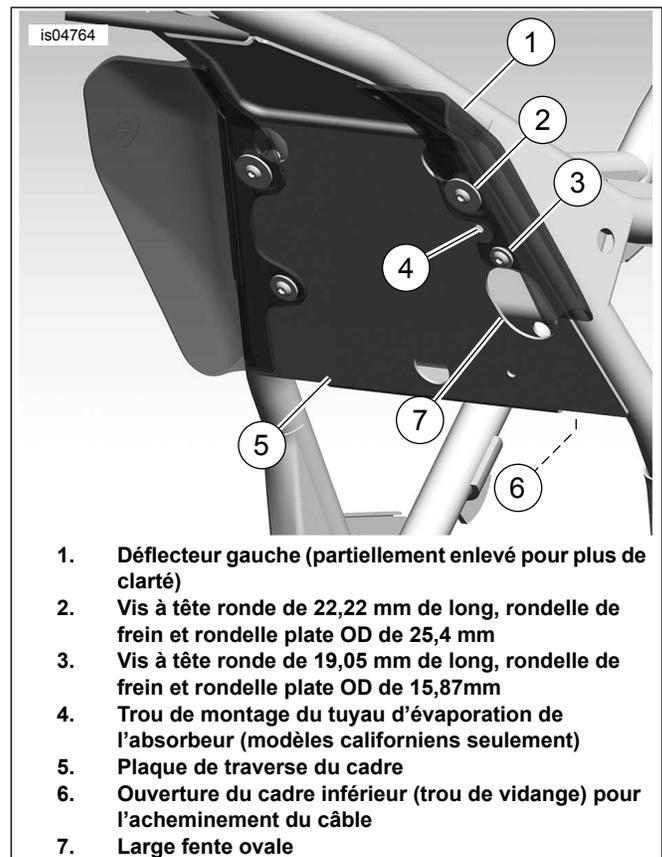

Figure 5. Modèles de 2008 : Emplacements de fixation - Vue arrière du cadre et du cylindre arrière (moteur enlevé pour plus de clarté)
6. Voir Figure 5 . Retirez le déflecteur d'air gauche (1) et le matériel (2 et 3).
11. Voir Figure 5 . Mettre le déflecteur d'air et le support de poignée de réglage en place, tout en faisant passer le câble du dossier à travers la grande fente ovale (8) dans la plaque de traverse du cadre (5) puis vers le bas par l'ouverture inférieure du cadre (6) dans le compartiment en arrière de la plaque de traverse du cadre.